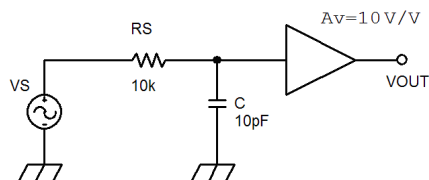

Figura 2
- Determinar la tensión de ruido rms V_{OUT} a la salida del circuito de la figura 2 a una temperatura ambiente de $T = 290K$. El amplificador se supondrá que tiene ganancia plana igual a $10V/V$, impedancia de entrada infinita y que tiene un ruido equivalente de entrada rms igual a $30\mu V_{rms}$.